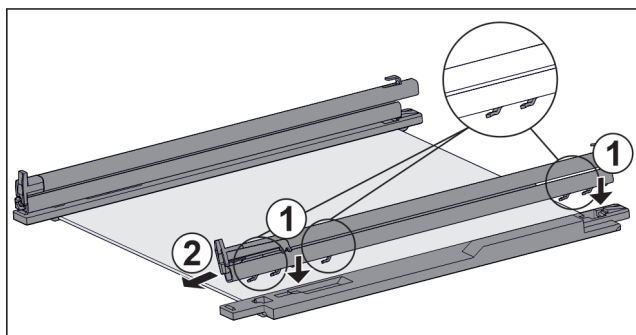

Fig. 115 Tablette en verre avec rails et pièces de retenue
- ▶ Placer les crochets du rail sur les ouvertures de la pièce de retenue de **gauche**. Fig. 115 (1)
- ▶ Tirer le rail vers l'avant. Fig. 115 (2)
- ▶ Placer les crochets du rail sur les ouvertures de la pièce de retenue de **droite**. Fig. 115 (1)